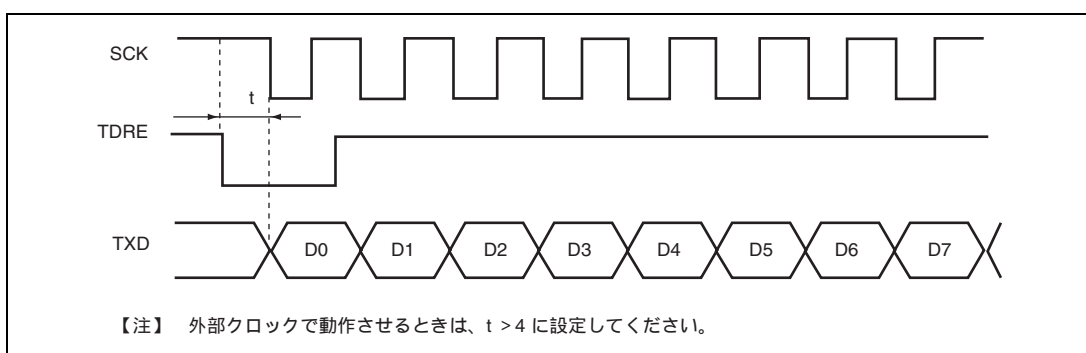

図 15.22 DMAC/DTC による同期クロック転送例
- (1) 同期クロックに外部クロックソースを使用する場合、DMAC/DTC による SCTDR の更新後、周辺動作クロックで 5 サイクル以上経過した後に外部クロックを入力してください。SCTDR の更新後 4 サイクル以内に送信クロックを入力すると誤動作することがあります (図 15.22 参照)。